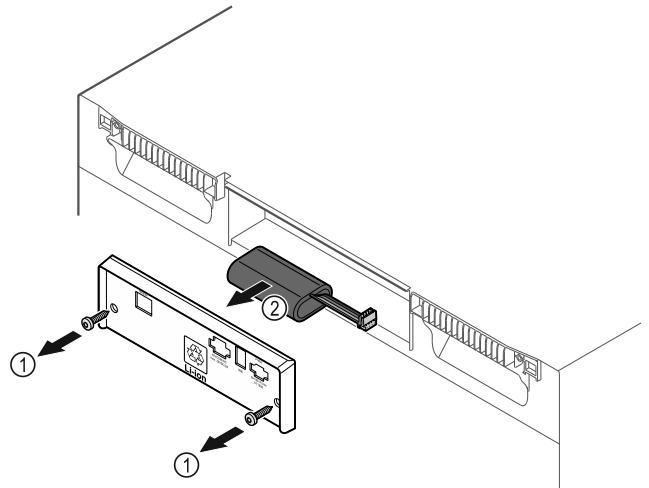

Fig. 235
- ▶ Keerake kruvid välja ja eemaldage kate seadme tagaküljelt Fig. 235 (1).
- ▶ Lahutage aku ja võtke välja Fig. 235 (2).